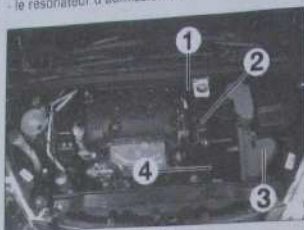

Fig. 37
- la vis (1) (Fig. 37),
- le raccord (2),
- le déflecteur (3),
- le résonateur d'admission (4).